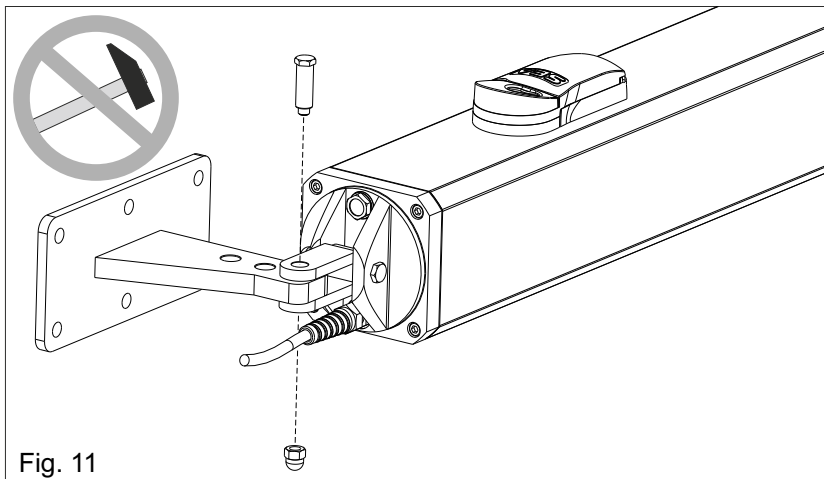

Fig. 11
- Fijar la horquilla oscilante como en la Fig. 11